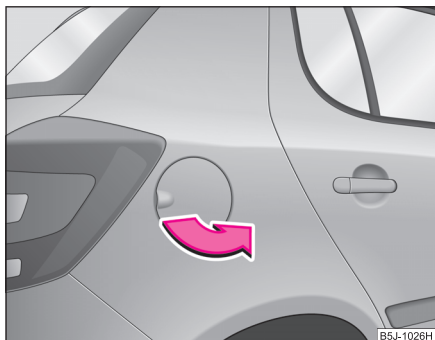

Fig. 139 Partea dreaptă spate a autovehiculului: Clapeta rezervor
- Deschideți clăpeta rezervorului cu mâna ⇒ fig. 139.